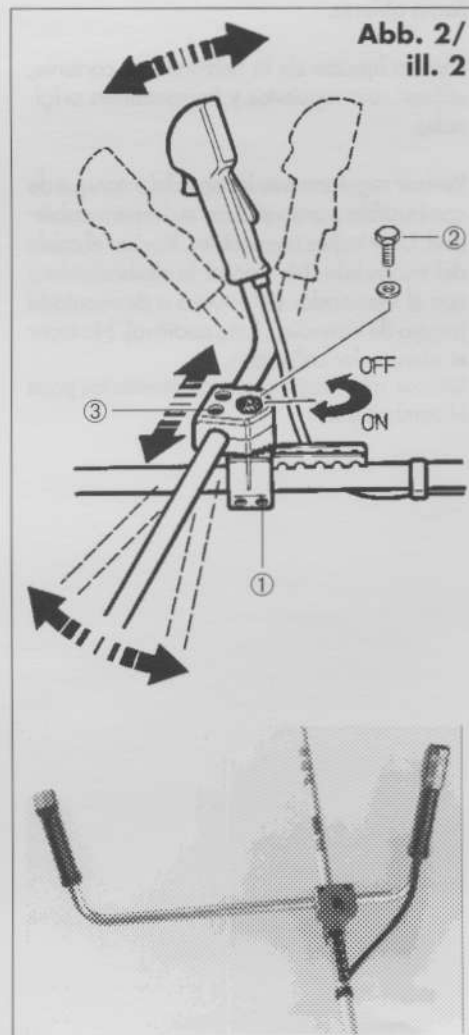

Abb. 2 / ill. 2
2. Multi-Funktionsgriff mit ca. 5 cm Abstand vom Motorflansch senkrecht stellen und mit den 4 Klemmschrauben ④ festziehen.
3. Rundumgriff montieren (Modell 120 und 124). Befestigung ca. 10 cm vor dem Multi-Funktionsgriff. Erste Klemmschale ⑤ im Griff unten einlegen. Griff auf Rohr setzen, zweite Klemmschale von unten auf das Rohr setzen, Gewindemutter ⑥ im Griff einsetzen, Schrauben eindrehen, Griff gerade stellen und Schrauben festziehen.
4. (Abb.2) Zweihandgriff montieren (Modell 126). Die vormontierte Lage der unteren Griffstütze auf dem Schaftrohr kann durch Lösen der unteren Klemmschrauben ① nach vorne oder hinten verändert werden. Zentralschraube ② und Unterlegscheibe in der Griffstütze demontieren. Zweihandgriff mit vormontierter oberer Griffstütze auf die untere Griffstütze aufsetzen - ungefähr rechtwinkelig zum Schaftrohr. Mit U-Scheibe und Zentralschraube festschrauben. Beim späteren Einstellen des Traggurtes kann die ideale Griffelage in allen Ebenen endgültig eingestellt und fixiert werden.